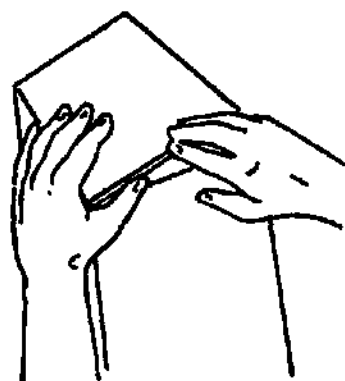

Рис. 5-3: Упаковка накопителя кассет.
2. Выньте заполненный накопитель и закройте его (Рис. 5-3). Закрепите с обеих сторон лентой.